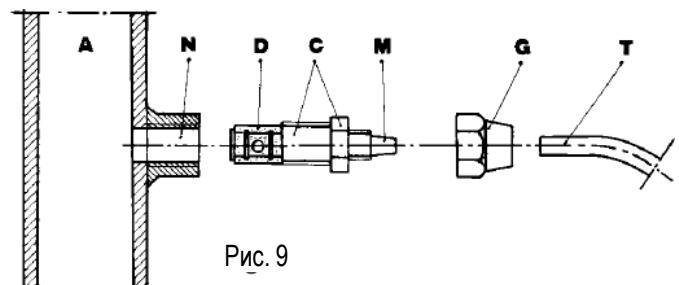

Рис. 9
- g. – Виберіть місце, яке найкраще підходить для врізи в систему і встановіть в ньому сталевий конектор із зовнішнім різьбленням 3/8". Даний конектор не входить в комплект поставки насоса. Вкрутіть в цей конектор клапан вприску, як показано на рис. 9. Потім підключіть шланг скидання до клапану вприску і закрутіть гайку G. У даній ситуації клапан упорськування також виконує функцію безповоротного клапана.
3.1. СХЕМА ВСТАНОВЛЕННЯ ІНЖЕКТОРА (Рис.9)
- N – Конектор 3/8" (H)